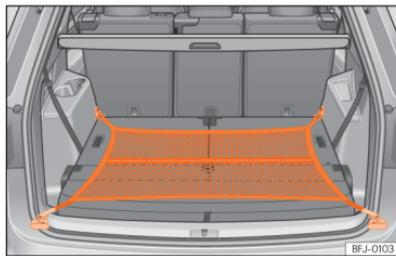

Fig. 205 Na bagageira: bolsa de rede fixada rente ao piso.
- Fixe os ganchos da rede nas argolas de fixação »» Fig. 205 , »» . O fecho de correr do saco deve ficar voltado para cima.